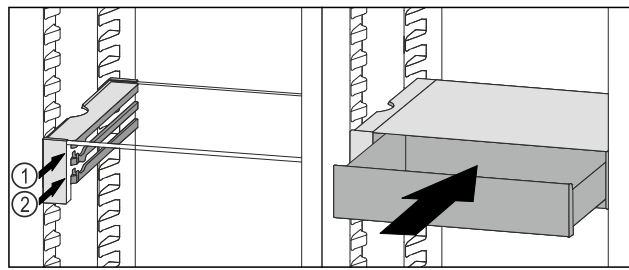

Fig. 187
- VarioSafe-Schubfach hinter den Stoppern auf gewünschter Rippe Fig. 187 (1) oder Fig. 187 (2) aufsetzen.